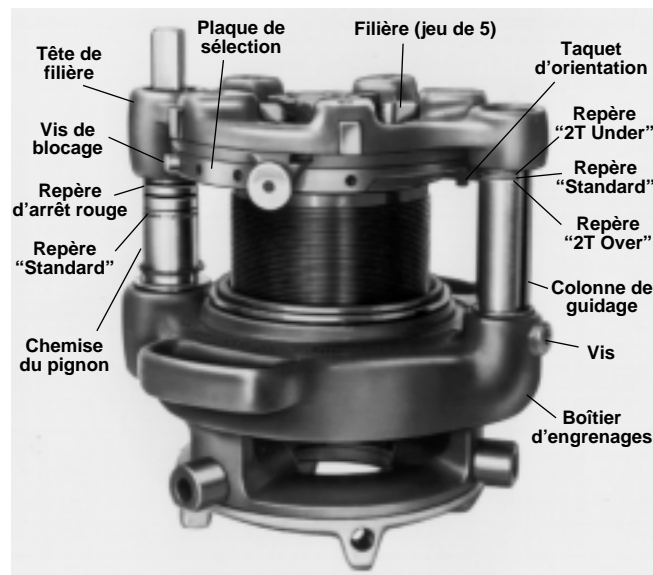

Figure 23 – Filière démultipliée n° 141
1. Retirez la vis de blocage de la plaque de sélection (*Figure 23*).